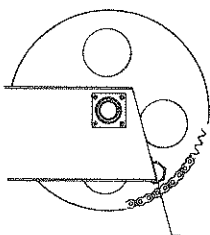

Fig. 14
1. Utiliser le contrôle manuel pour faire avancer le lieur jusqu'à la tête du boulon de la tige du support d'aiguilles soit centrée sur le côté arrière de la patte de fixation du support de l'arbre, *Fig. 14*.